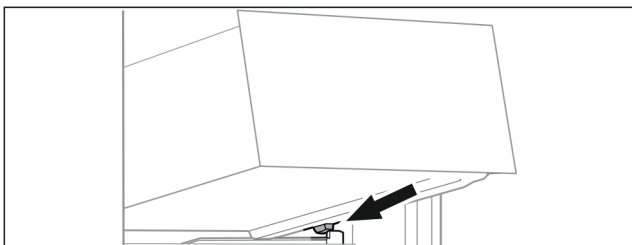

Fig. 167
- ▶ Schubfach schräg hinter den Stoppfern auf Behälterrippe aufsetzen. (siehe Fig. 167)